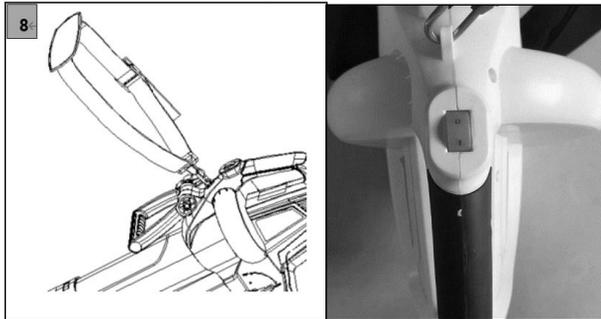

Fig. 8
**Accensione dell'apparecchio (Fig. 8)**